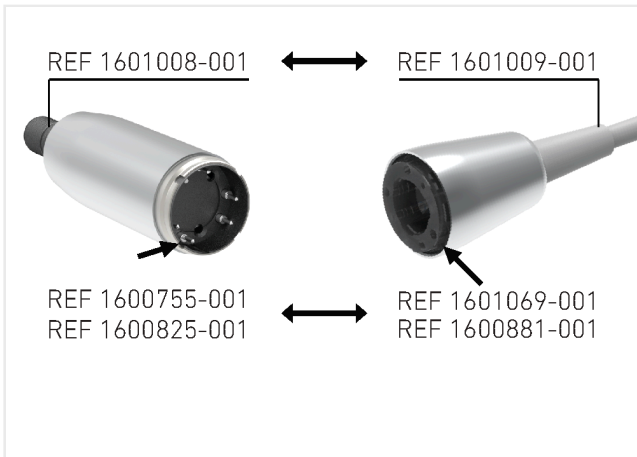

FIG. 2
- Os motores MOT MX-i REF 1600825-001 & MOT MX-i LED REF 1600755-001 são montados com o cabo de alimentação REF 1601069-001. FIG. 2.
- O motor MOT MX-i LED 3RD GEN REF 1601008-001 é montado com o cabo de alimentação REF 1601009-001 descrito na FIG. 2. Verifique se a parte traseira do motor e a ficha ligada ao cabo estão limpas e secas.
- Posicione o motor e o cabo proprietário conforme mostrado na FIG. 2 (O posicionador deve estar à frente do orifício). Rode-o até encontrar a posição exata e pressione o motor. FIG. 3.